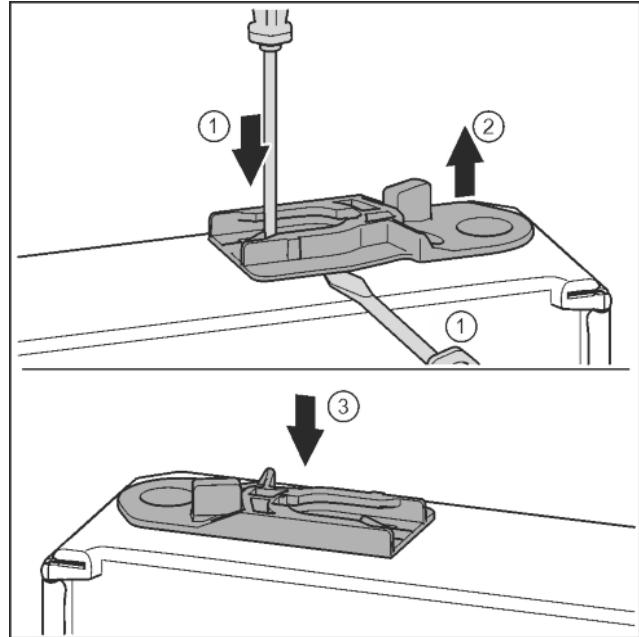

Fig. 32
- Извлечь направляющее гнездо: нажать накладку шлицевой отверткой и одновременно переместить ее шлицевой отверткой под направляющее гнездо. Fig. 32 (1, 2)
- Прилагаемое при поставке направляющее гнездо вставить на другой стороне корпуса. Fig. 32 (3)